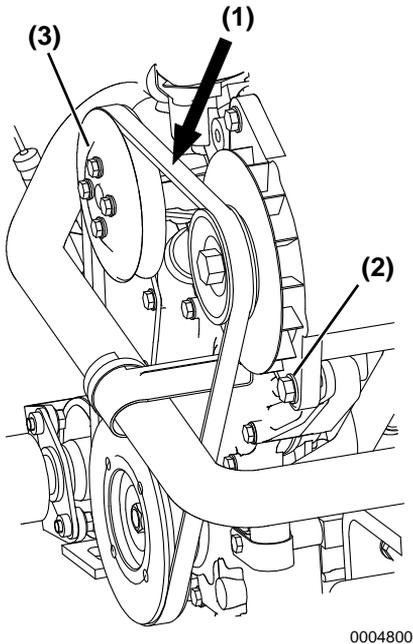

Figure 3
2. Vérifiez la tension de la courroie trapézoïdale en appuyant au milieu de la courroie (**Figure 3, (1)**) avec votre doigt.
3. Desserrez le boulon de l'alternateur (**Figure 3, (2)**) et déplacez ce dernier pour ajuster la tension de la courroie trapézoïdale.
*Note: Si vous remplacez la courroie trapézoïdale, desserrez la poulie trapézoïdale (**Figure 3, (3)**) de la pompe de liquide de refroidissement pour enlever la courroie trapézoïdale.*